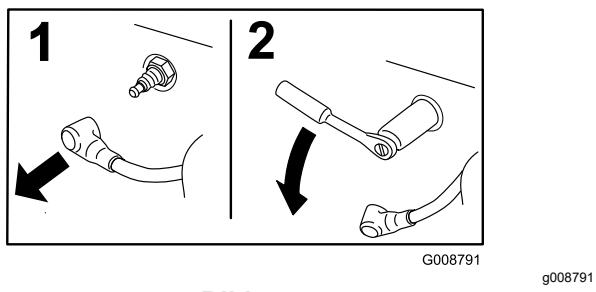

Bild 45
5. Nehmen Sie die Zündkerzenkappen von der Zündkerze ab (Bild 45).